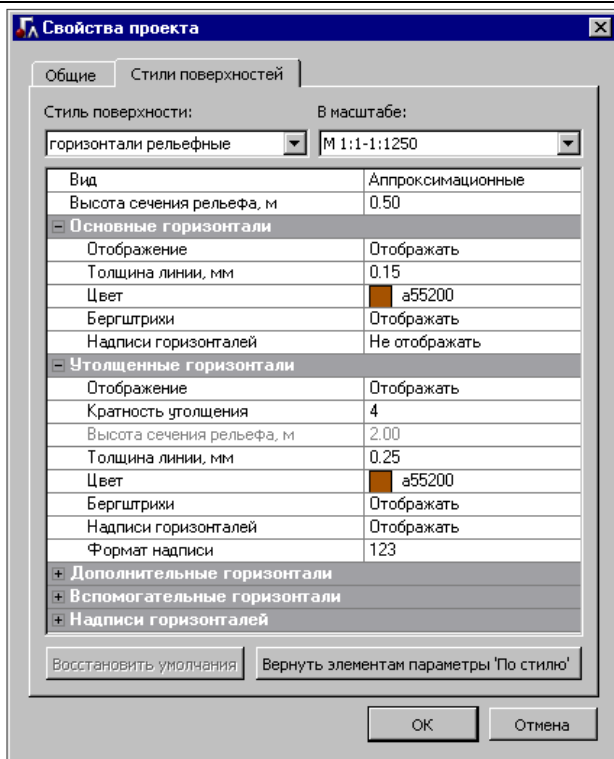

Рис. 3.8
- группа настроек, одинаковых для однотипных элементов (стили размеров, стили поверхностей, свойства подписей точек). Настройки стилей размеров и поверхностей задаются в диалоге **Свойства проекта** (рис. 3.8), который открывается одноименной командой из главного меню **Установки/Активный проект** для активного проекта или из контекстного меню для любого выбранного проекта. Настройки стилей размеров доступны только для проекта типа *План генеральный*.